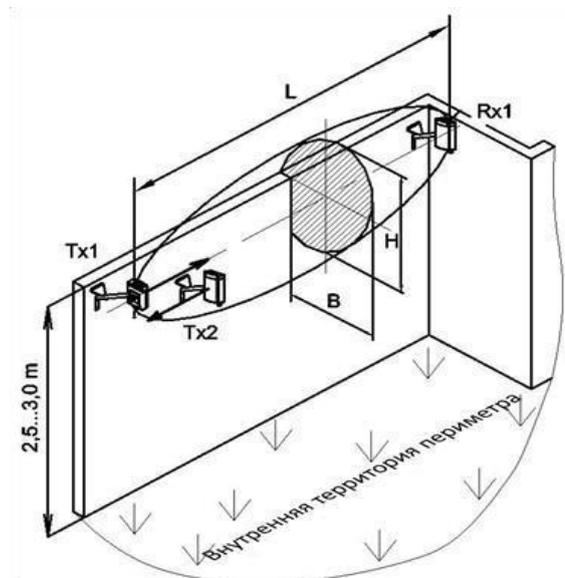

Рисунок 4 –Пример монтажа
3.2.3 Другие варианты монтажа Извещателя (рисунок 4) могут быть также использованы. Если Извещатель охраняет забор, рекомендуется закрепить опору на заборе.